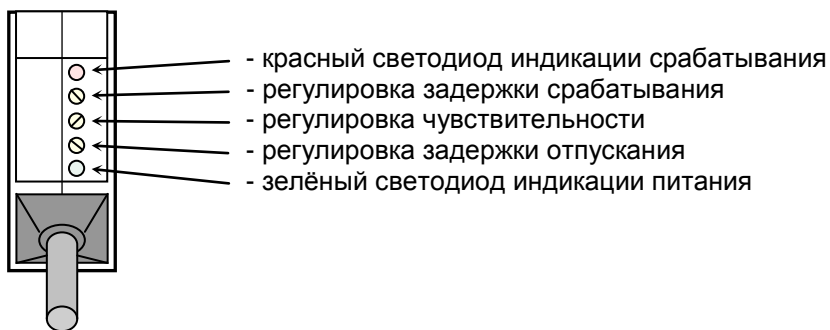

Рис. 1 Расположение органов индикации и регулировки.
3.3 Органы индикации и регулировки размещены на задней панели выключателя. Их расположение показано на **рис. 1**.